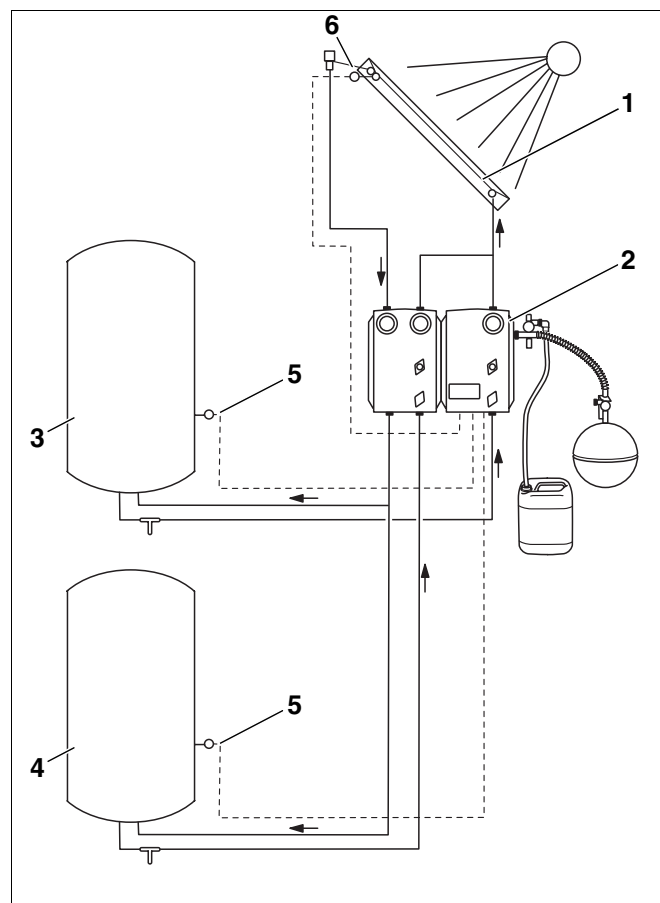

Abb. 1 Schema einer Solaranlage
- Kollektorfeld (Abb. 1, **Pos. 1**).
- Kompletstation (Abb. 1, **Pos. 2**)
- Solarspeicher (Abb. 1, **Pos. 3 und 4**)
Wenn die eingestellte Temperaturdifferenz zwischen Kollektorfeld (Abb. 1, **Pos. 6**) und den Solarspeichern 1 bzw. 2 (Abb. 1, **Pos. 5** – unten) überschritten wird, wird die Umwälzpumpe eingeschaltet.
Die Umwälzpumpe transportiert das Wärmeträgermedium im Kreislauf durch das Kollektorfeld (Abb. 1, **Pos. 1**) zum Verbraucher 1. In der Regel ist dies ein Solarspeicher (Abb. 1, **Pos. 3**). Im Solarspeicher befindet sich ein Wärmetauscher, der die solar gewonnene Wärme vom Wärmeträgermedium auf das Trink- oder Heizungswasser überträgt.